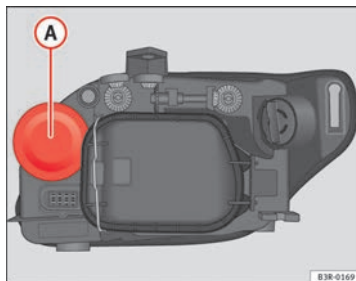

Abb. 216 Glühlampe für Blinker
- Nehmen Sie die Gummikappe ⇒ Abb. 216 durch Ziehen ab.